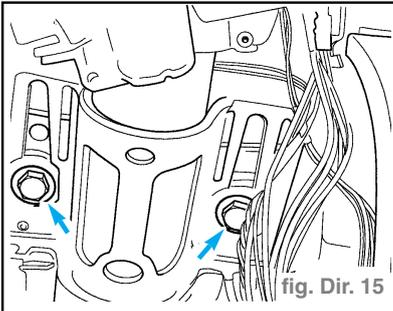

fig. Dir. 15
- Déposer les vis hexagonales (flèches) (fig. Dir. 15).